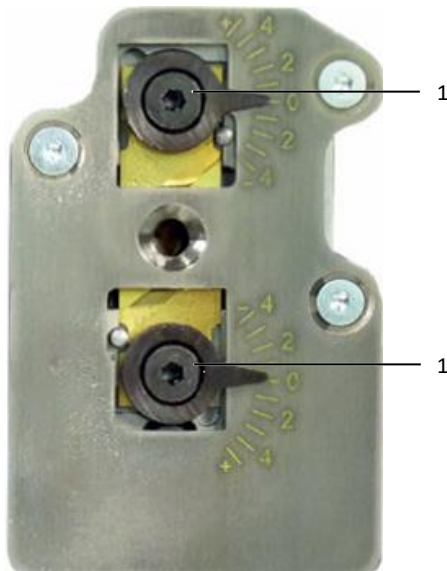

图 15: 剥线单元
- 松开两颗偏心轮螺栓（图 15，项号 1）（2.5 mm 内六角扳手）。